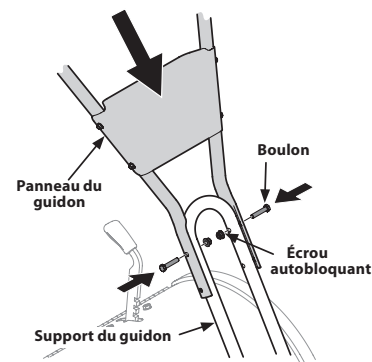

Figure 2
2. À l'aide des 2 boulons et des 2 écrous autobloquants, serrez, mais pas trop, le support du guidon dans les trous supérieurs. Voir la Figure 2.